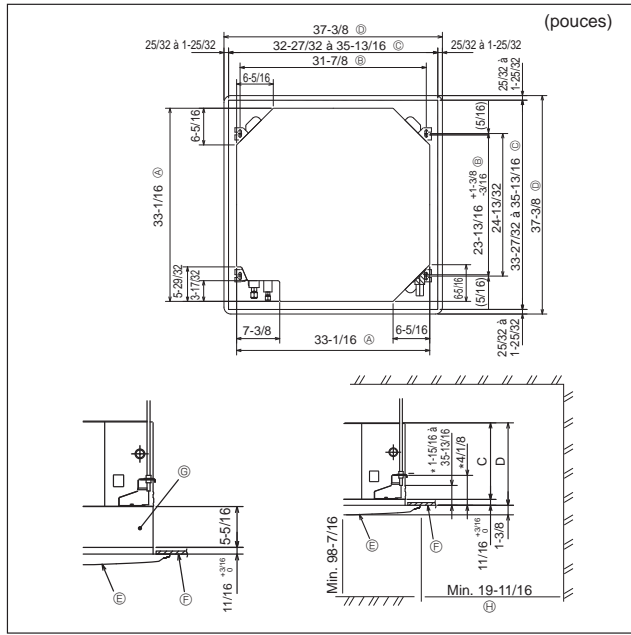

Fig. 2-2
2.2. Ouvertures dans le plafond et emplacement des boulons de suspension (Fig. 2-2)
- * Les dimensions de l'ouverture dans le plafond peuvent être définies au sein de la plage indiquée dans la Fig.2-2 ; centrer l'appareil principal par rapport à l'ouverture dans le plafond, en veillant à la symétrie de chaque côté par rapport à l'orifice.